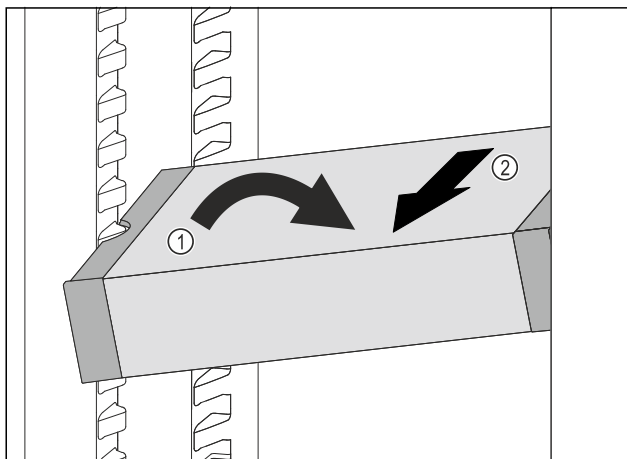

Fig. 124
- ▶ Incliner le VarioSafe dans la partie réfrigérateur. Fig. 124 (1)
- ▶ Sortir le tiroir VarioSafe par l'avant. Fig. 124 (2)